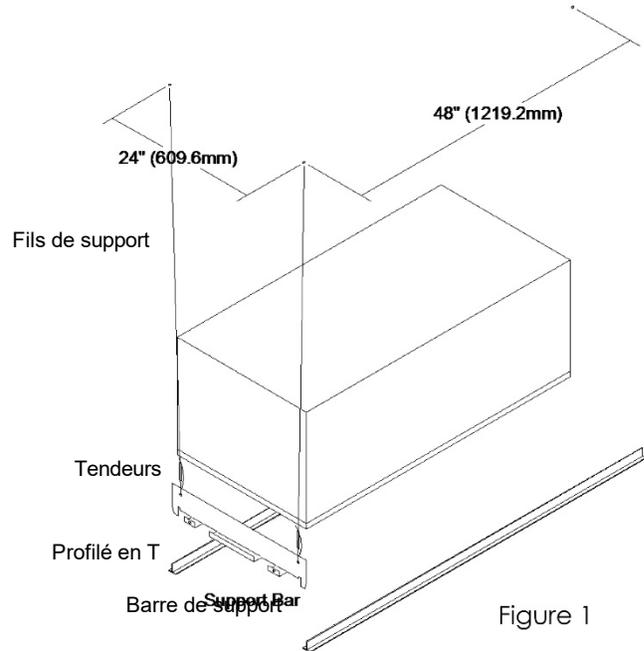

Figure 1
1. Fixer quatre fils de support en acier galvanisé sur le plafond à l'emplacement indiqué en Fig. 1. Torsader chaque fil au moins quatre fois pour fournir un support solide au purificateur d'air. L'extrémité libre du fil doit dépasser d'au moins quinze centimètres en dessous des profilés en T.
4. Accrocher les tendeurs aux supports de suspension puis fixer les fils de support aux œillets des tendeurs. Torsader le fil au moins quatre fois. Voir Fig. 1.